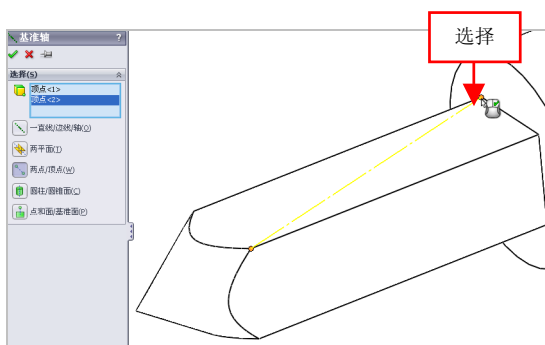

图 4-21 选择合适的两个点
(2) 在【特征】选项卡中, 单击【参考几何体】右侧的下拉按钮, 在弹出的下拉列表中, 单击【基准轴】按钮, 弹出【基准轴】属性管理器, 在绘图区中, 依次选择合适的两个点对象, 如图 4-21 所示。